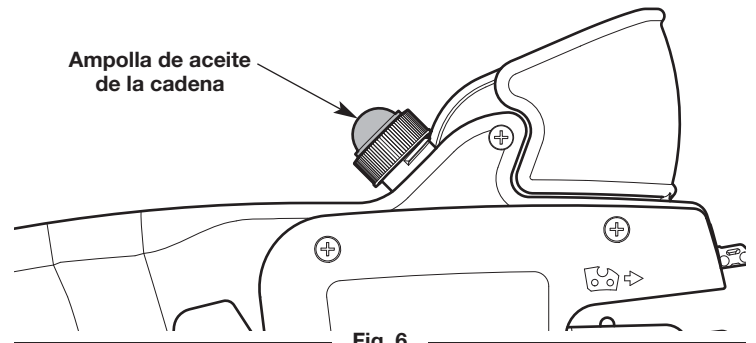

Fig. 6
3. Oprima la ampolla de aceite de la cadena para lubricar la barra de guía y la cadena de la sierra (Fig. 6).